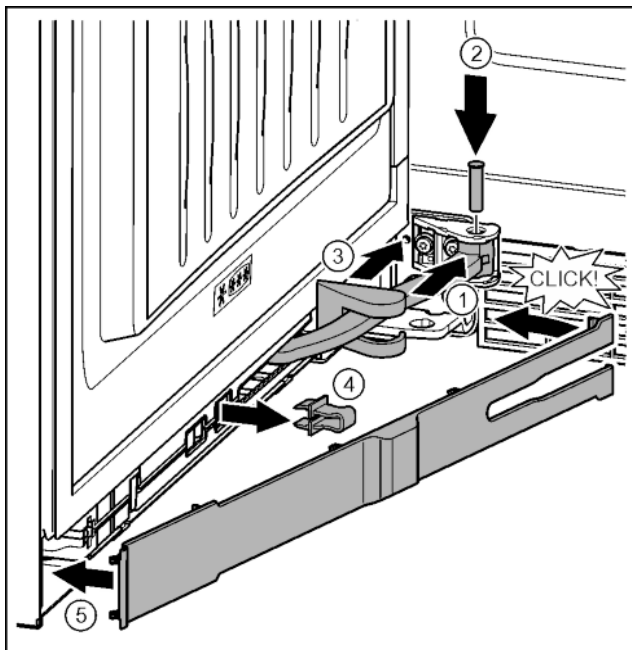

Fig. 40
- ▶ Przegub obrócić w mocowaniu. Fig. 40 (1)
- ▶ Przy pomocy śrubokręta T15 sworzeń umieścić w mocowaniu i przegubie. Przy tym zwrócić uwagę, aby krzywka zatraskowa została prawidłowo umieszczona w rowku. Fig. 40 (2)
- ▶ Osłonę płytki zawiasu przesunąć wzdłuż przegubu i zamontować nad mocowaniem. Fig. 40 (3)
- ▶ Zdjąć zabezpieczenie. Fig. 40 (4)
- ▶ Zaślepki założyć od strony uchwytu i przechylić. Fig. 40 (5)